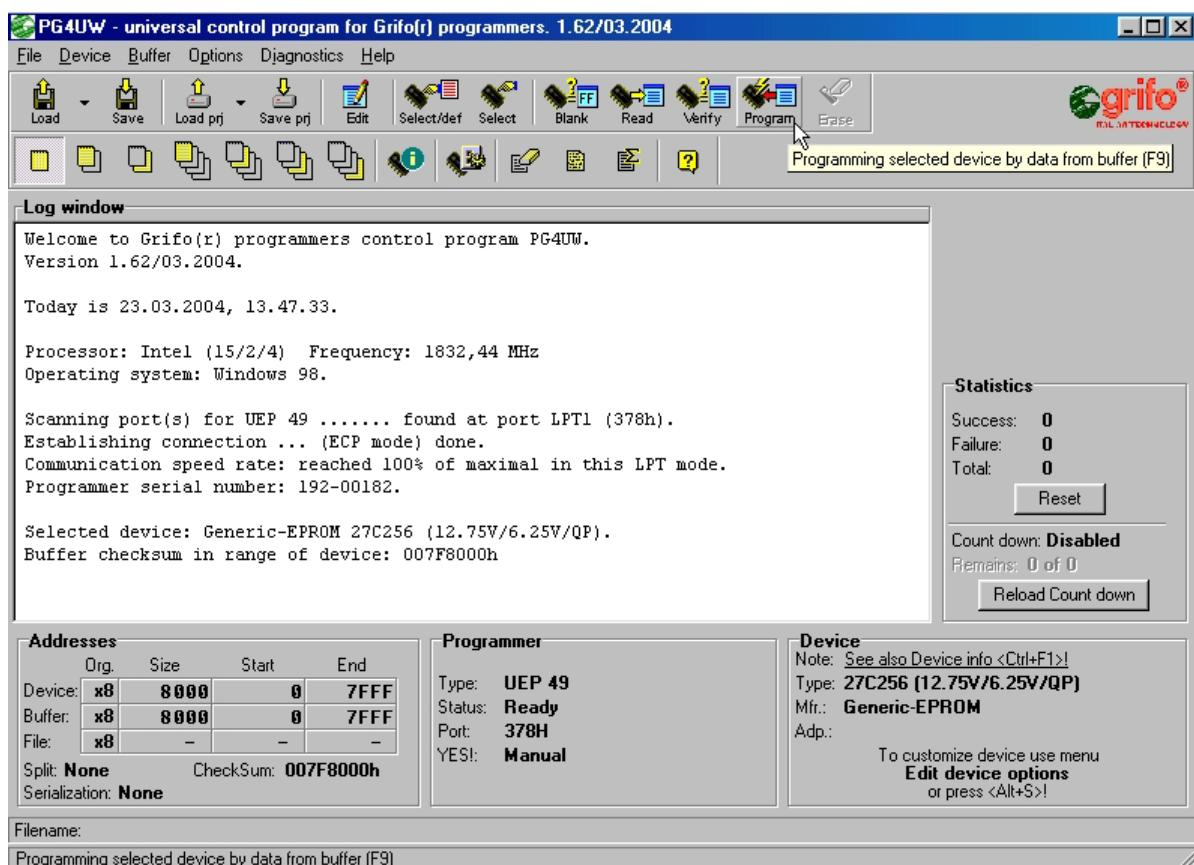

FIGURA 16: MENU PROGRAMMAZIONE DEL CONTENUTO DI UN DISPOSITIVO
- Inserite il dispositivo da programmare nello zoccolo ZIF del programmatore e scrivete il contenuto attuale del buffer col menu Device/Program o premendo il tasto <F9>. Si prega di fare riferimento alla figura 16.